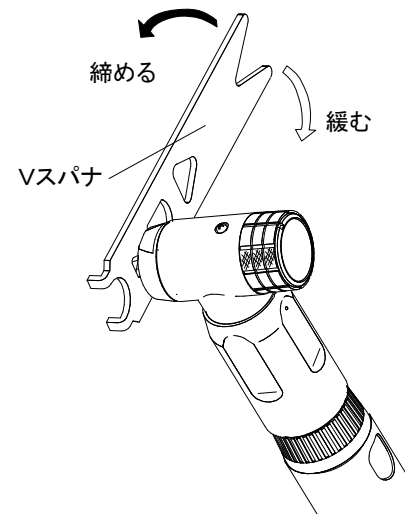

図4
- 3) Vスパナを“緩む”の方向に回し、コレットチャックを取外します。(図4参照)